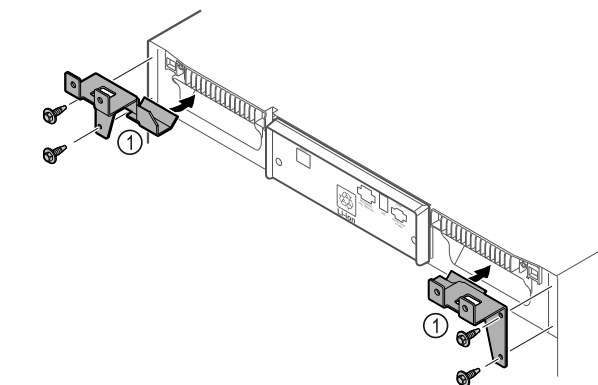

Fig. 11
- ▶ Monteerige hoideosad Fig. 11 (1) iselõikuvate kruvidega seadme külge.